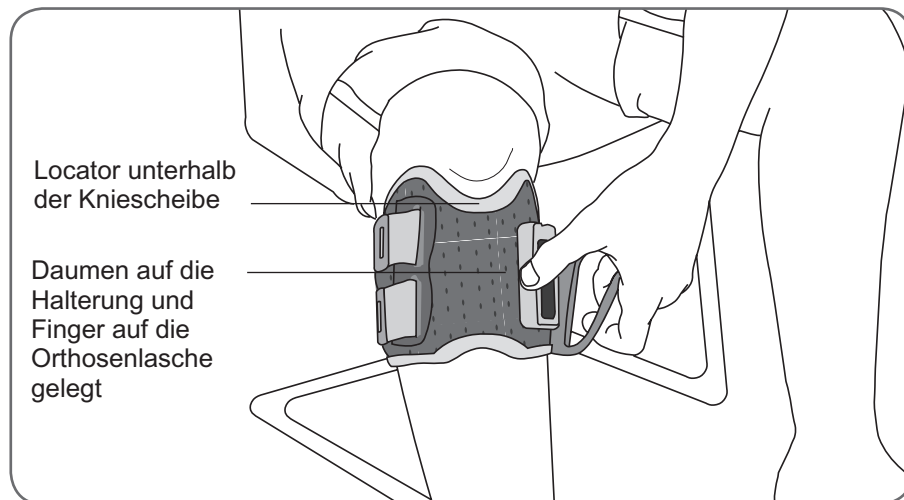

Abbildung 7-3: Befestigung des L300-FS-Manschettengurts
8. Lassen Sie den Daumen auf der Halterung, und befestigen Sie die Orthosenlasche der L300-FS-Manschette in der Halterung (siehe Abbildung 7-3).